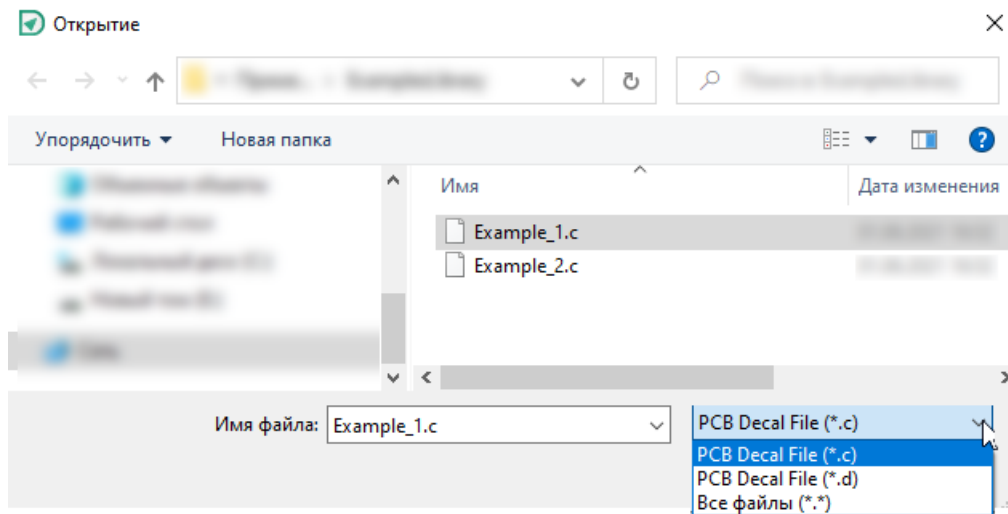

Рис. 3 Выбор библиотеки в окне проводника
2. В окне проводника выберите файл, Рис. 3.